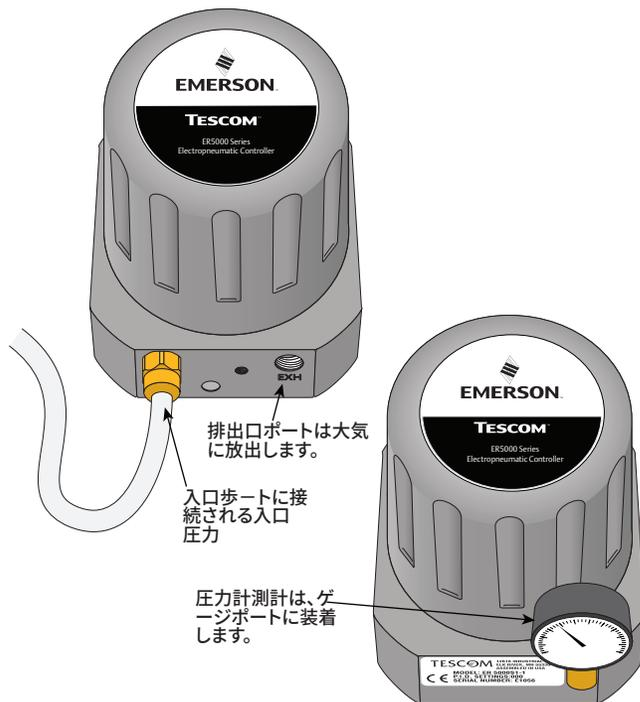

Figure 16: 圧力の接続
入口圧カソースを入口ポートに接続してください。ER5000のベースにINの印が付いています。Figure 16を参照してください。
- c. Figure 16 に示されるようにゲージポートは、漏洩を防ぐためにプラグをつなぐか、または、圧力計測計を装着してください。